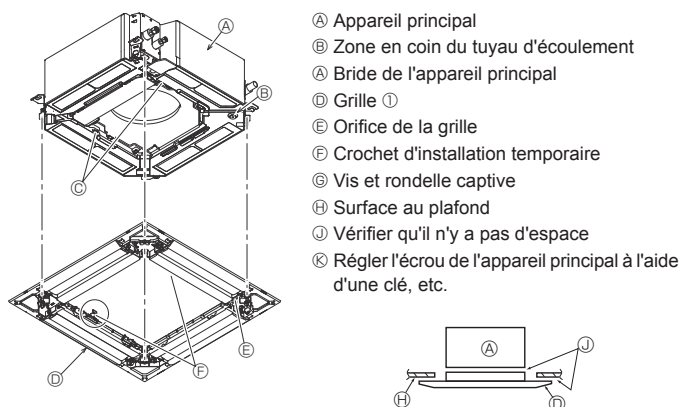

Fig. 9-6
9.4.2. Mise en place provisoire de la grille (Fig. 9-6)
- Fixez la grille sur l'appareil principal en serrant les vis mises en place au préalable. (Fig. 9-6)
- Vérifiez qu'il n'y a pas d'espace entre l'appareil principal et la grille ou entre la grille et la surface du plafond. (Fig. 9-6)
- Après avoir serré la vis, vérifiez que les deux crochets de la grille (Fig. 9-6) sont en prise avec les crochets de l'appareil principal.